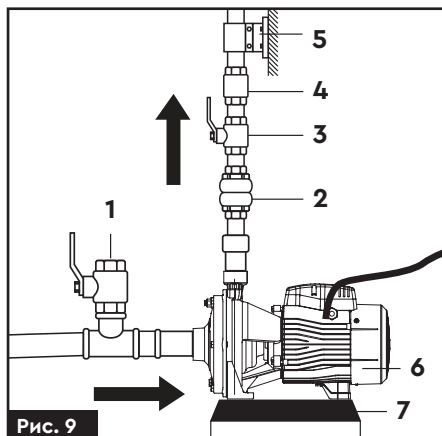

Рис. 9
- 4. Для полегшення проведення робіт з технічного обслуговування насоса, рекомендується на напірному трубопроводі встановити кульовий кран (3) (рис. 9), а також зворотний клапан (4) (рис. 9) між краном і напірним патрубком насоса.
- 5. У разі стаціонарного використання насоса, рекомендується закріпити його на опорний поверхні з використанням гумових прокладок (7) (рис. 9) або інших антивібраційних матеріалів.
- 6. Для зниження вібраційного шуму, з'єднання з жорсткими трубопроводами треба здійснювати за допомогою гумових компенсаторів (2) (рис. 9) або гнучких труб.
- 7. Для зниження шуму рекомендується встановити на напірному трубопроводі опору (5) (рис. 9).